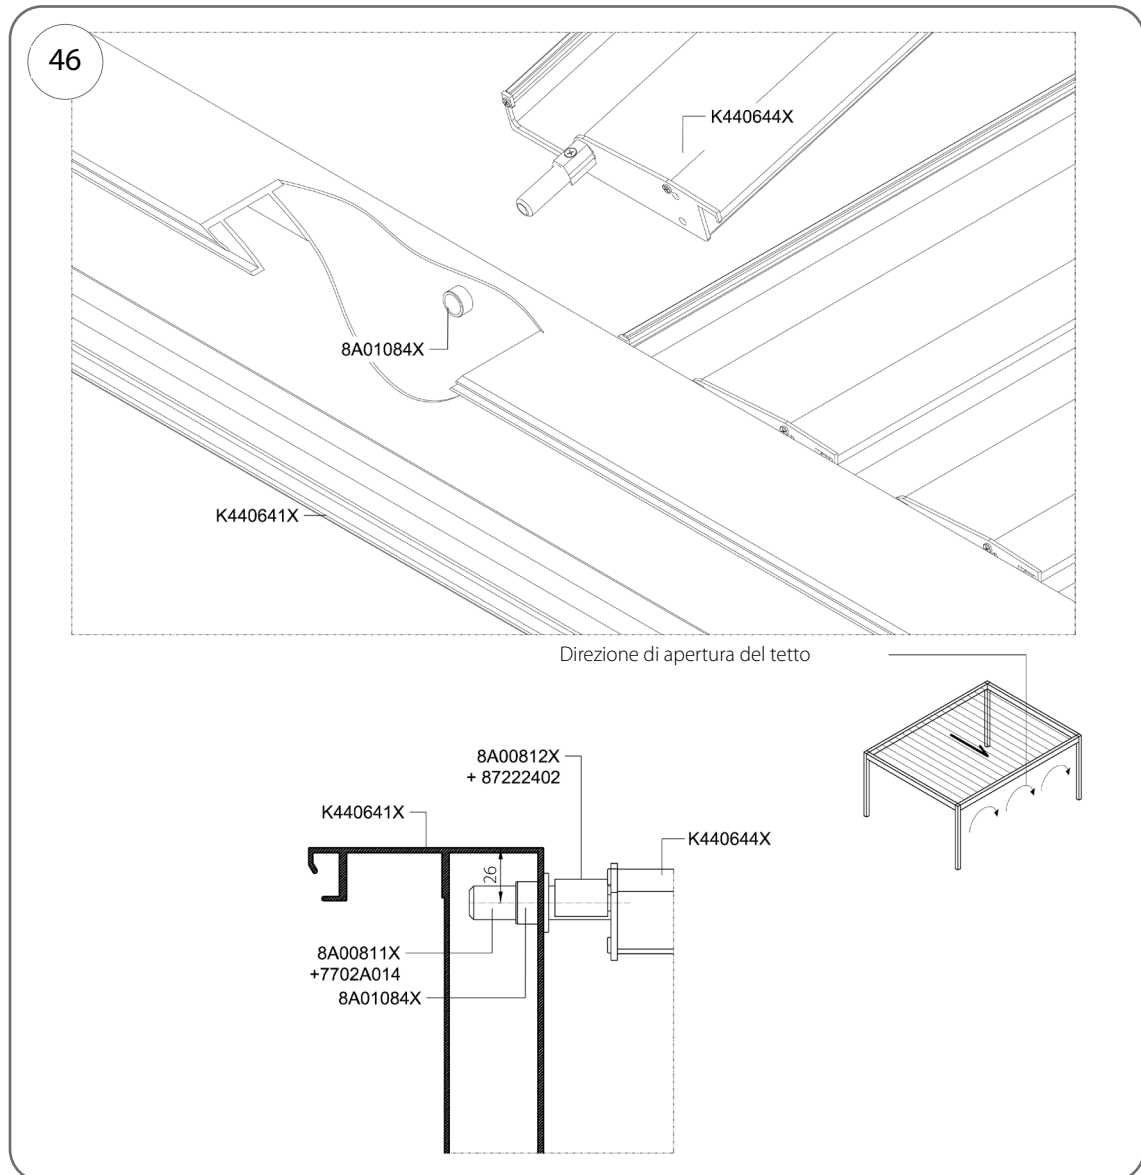

Fig. 46
1. Inserire l'asse della lamella con un'inclinazione nella bussola 8A01084X (Fig. 46).